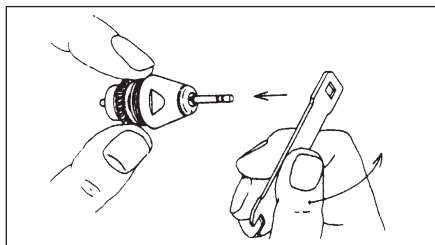

Fig.11
- 2) Sujete el rotor con dos dedos tal y como muestra la Fig.11.